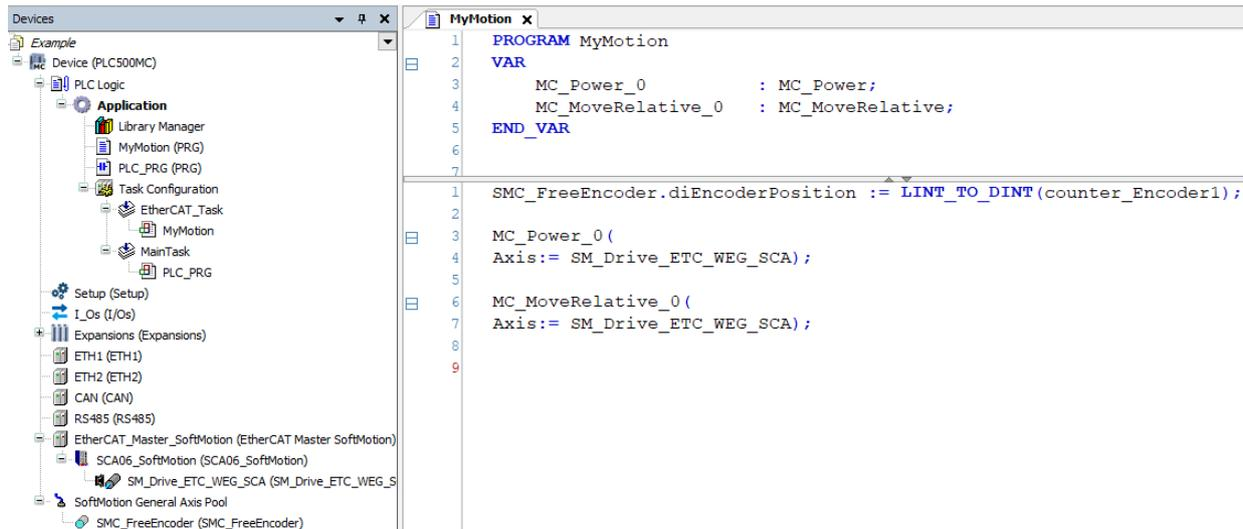

Figura 5.11: Agregando el comando al POU asociado al movimiento.
- Abra el POU **MyMotion**, agregue el comando para atribuir el valor del encoder al drive **SMC_FreeEncoder**, como presentado na Figura 5.11.